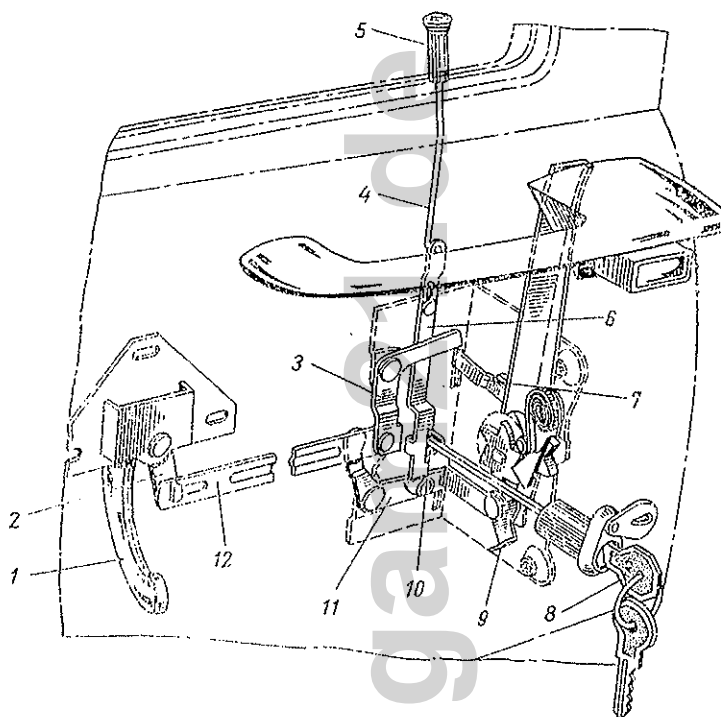

Bild 328 Vordertürschloß:
An der Innenseite befindet sich am Türblech der Griff 1 (Bild 328), mit dem die Tür aufgemacht wird. Mit Knopf 5 am unteren Teil des Fensterrahmens wird die Tür von innen verriegelt.
- Schaltknopf 5 (Bild 328) des Türschloßes ausschrauben;